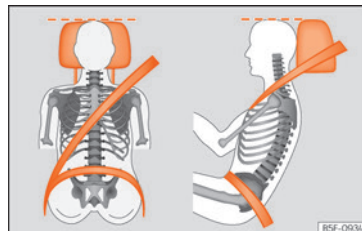

Fig. 3 Korrekt placering af sikkerhedssele og indstilling af hovedstøtte
- Indstil hovedstøtten, så hovedstøttens øverste kant er på højde med den øverste del af hovedet – men ikke lavere end øjenhøjden. Baghovedet bør være så tæt på hovedstøtten som muligt » Fig. 3.